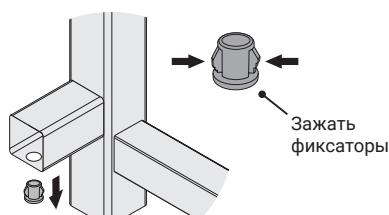

Рис.8
4.2.4. Отсоединить провода от клеммных колодок, вытянуть шнур из кольца с фиксатором (рис. 7). Только после извлечения сетевого шнура можно снято кольцо с фиксатором. Для этого нужно аккуратно зажать фиксаторы на пластиковом кольце и извлечь его из модуля скрытого подключения (рис. 8).